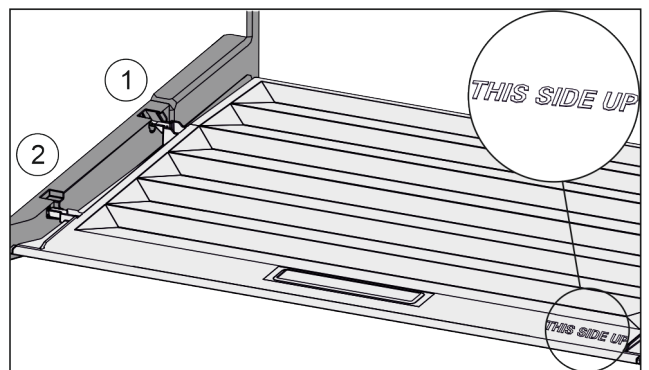

Fig. 162
- ▶ Dekselranden via de opening van de achterste houder Fig. 162 (1) aanbrengen en van voren in de houder Fig. 162 (2) klikken.